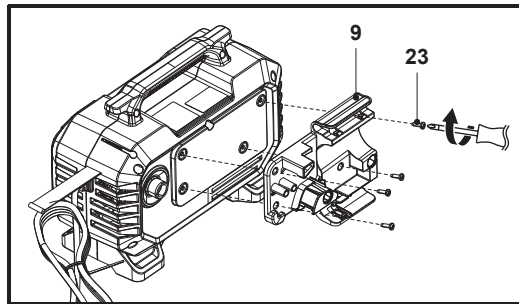

Fig. 1
Utilice un destornillador de estrella adecuado (no suministrado) para apretar los 4 tornillos (ST4,8 × 16) (23) y fije la placa de suspensión (9) a la parte posterior de la máquina (Fig. 1).